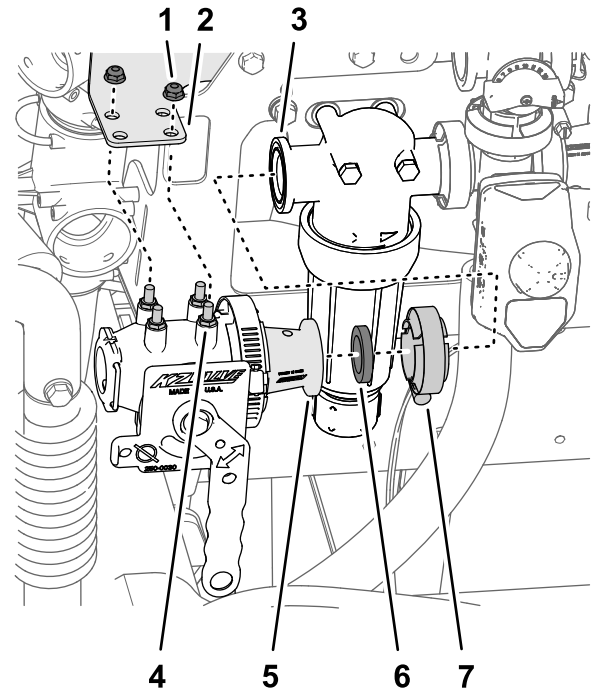

図 8
2. エダクタバルブのリデュースアダプタのフランジを、圧力フィルタヘッドのフランジ図8に合わせ、ステップ2 ホースを取り外す(ページ5)で外したガスケットを間に挟む。
3. 圧力フィルタヘッドのスタッドを、バルブマウントブラケットの穴に合わせる 図 8。
4. リデュースアダプタのフランジを、圧力フィルタヘッドのフランジ 図 8 に組み付け、ステップ 2 ホースを取り外す (ページ 5) で外したフランジクランプで固定する。